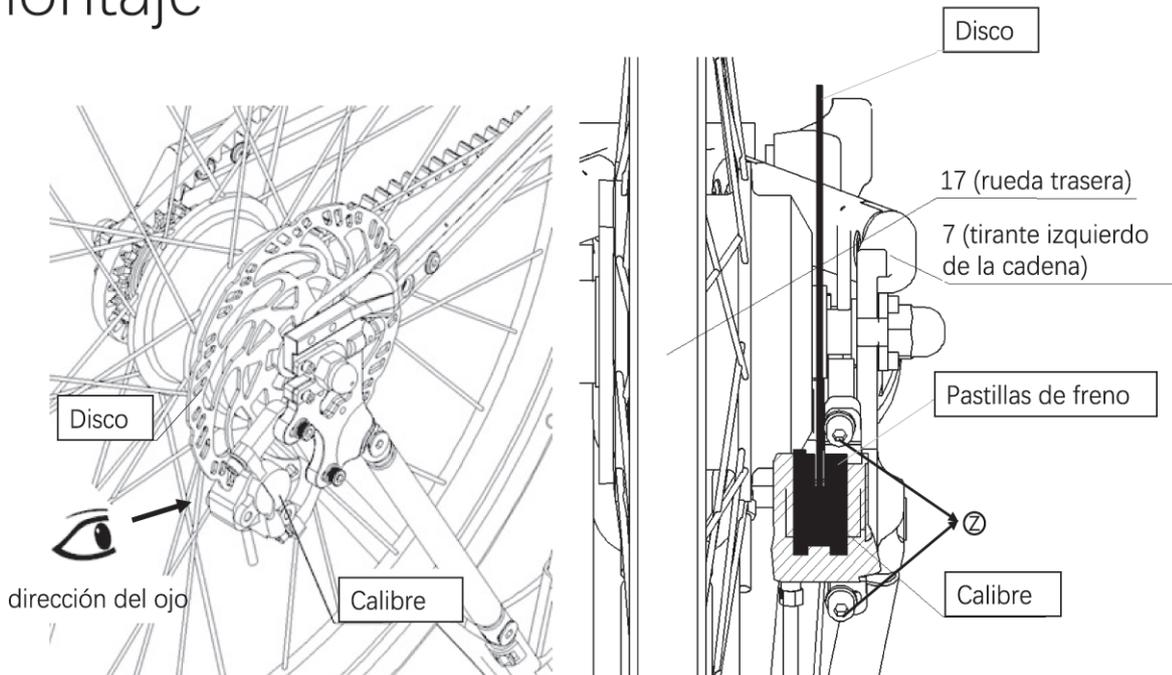

Figura 41.
e. Después de fijar la pinza, observe si el disco está en el centro de las pastillas de freno. Si no es así, afloje ligeramente el tornillo y ajuste la posición de la pinza hasta que el disco esté en el centro, y luego apriete los tornillos Z , como se muestra en la Figura 41.